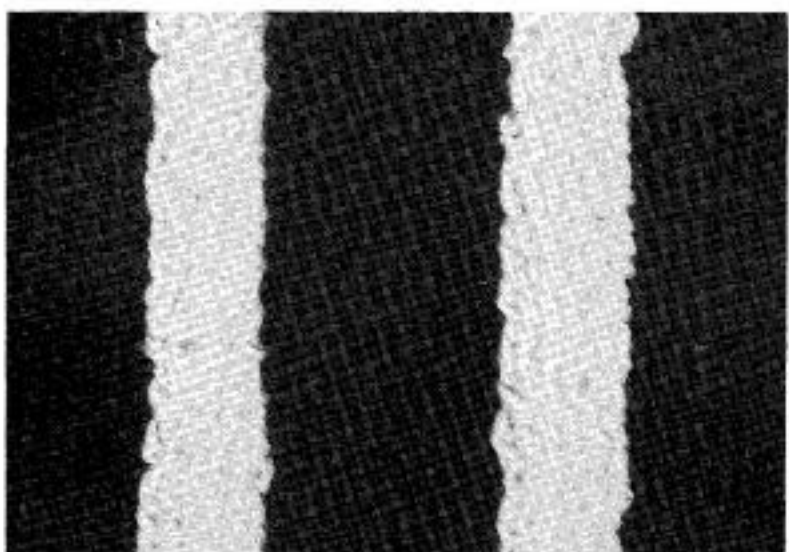

Fig. 158
2. Carpet Effect Knitting (Fig. 158)